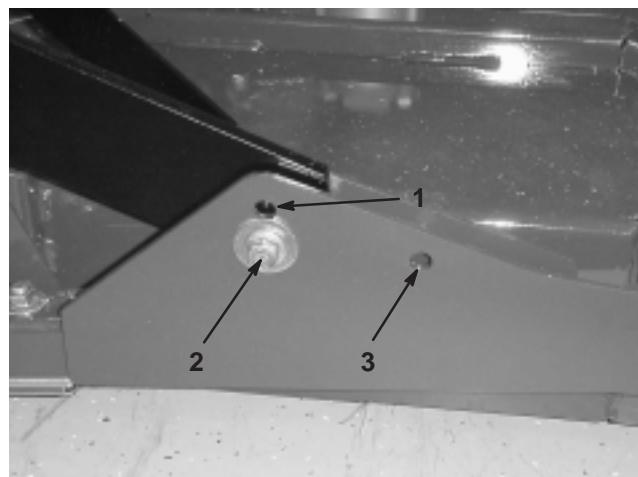

Bild 1
1. Befestigen Sie den vorderen Trägerrahmen für Schnitthöhen im Bereich von 19 bis 76 mm in den unteren vorderen Befestigungslöchern (Bild 1).
2. Befestigen Sie den vorderen Trägerrahmen für Schnitthöhen im Bereich von 64 bis 102 mm in den oberen vorderen Befestigungslöchern (Bild 1).
Das hintere Mähwerk muss für alle Schnitthöhen in den hinteren Befestigungslöchern befestigt werden (Bild 1).